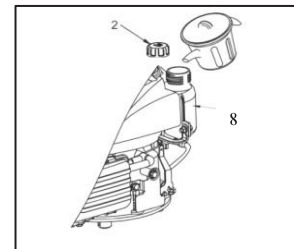

Abb. 5
- Entfernen Sie die Kappe (2) vom Kraftstofftank.
- Füllen Sie den Tank bis zur Füllstandgrenze am Hals des Tanks (8) mit Benzin. (Abb. 5)